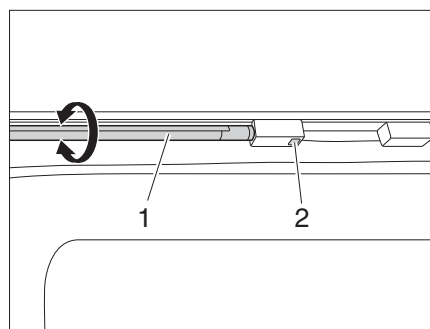

Fig. 44 Réglettes d'éclairage LED
- Allumer/éteindre la réglette d'éclairage LED (Figure 44,1) avec l'interrupteur (Figure 44,2).
- Saisir la réglette d'éclairage LED (Figure 44,1) par le corps de luminaire et la tourner.